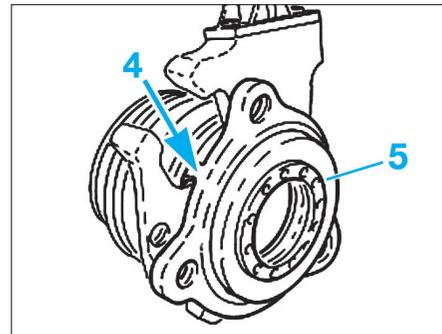

Fig. 5
- Ouvrir les ailettes (4) et déposer le joint d'étanchéité (5) (Fig.5).